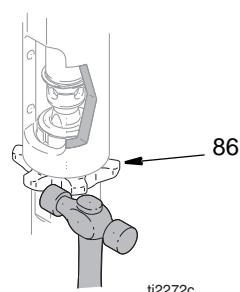
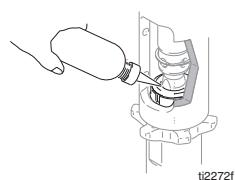

FIG. 8
FIG. 11
4. (Fig. 8) Skub holderingen (120) op. Skub stiften ud (92).
2. (Fig. 11) Træk langsomt i motorens startsnor, indtil pumpestangens stifthul er på linje med hydraulikstangens hul. Fig. 8. Skub stiften (92) ind i hullet. Skub holderingen (120) ind i rillen.